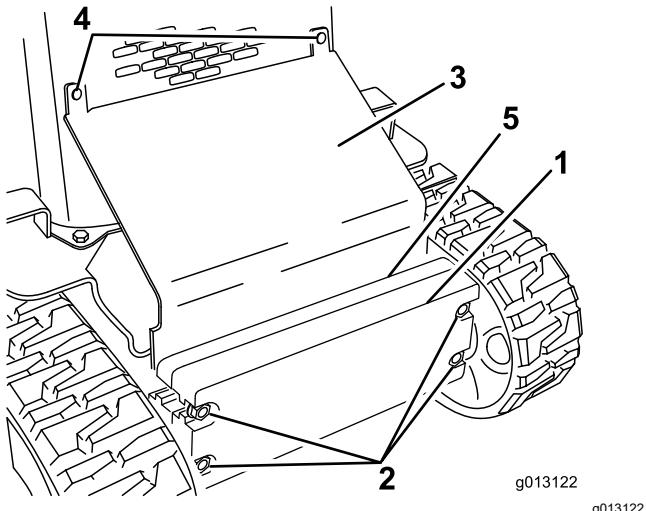

Figure 27
- Desserrez les boulons de fixation des masses (Figure 27).
- Enlevez les boulons de carrosserie et les écrous de fixation de la plaque inclinée (Figure 27).
10. Glissez la plaque inclinée entre le cadre et les masses, et fixez-la au panneau avant à l'aide des boulons de carrosserie et des écrous enlevés précédemment (Figure 27).
11. Serrez les boulons de fixation des masses avant (Figure 27).